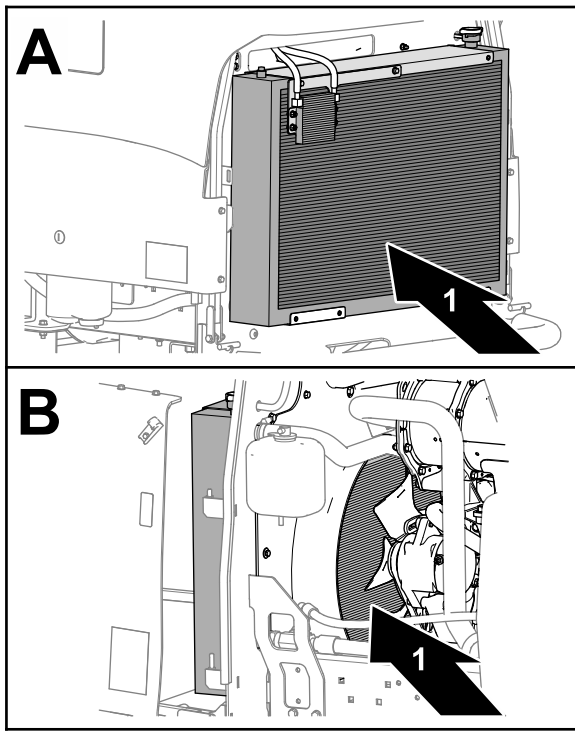

Bild 67
7. Reinigen Sie beide Seiten des Kühlers und des Ölkühlers gründlich mit Druckluft (Bild 67).